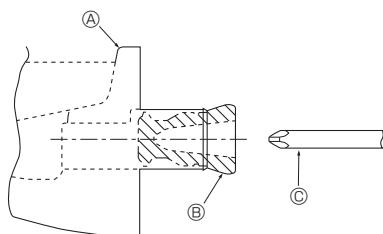

Fig. 5-1
- Sol taraftaki borular için, lastik tapayı mutlaka sağ drenaj deliğine sokun. (Fig. 5-1)
① Drenaj kabi
② Tapa
③ Sürücü vs.'yi tapa içine iyice sokun.